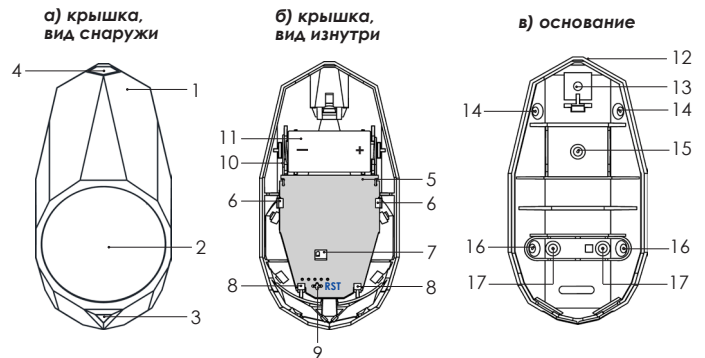

Рисунок 2 – Конструкция «Ri-MD-2»
- Просверлите в основании корпуса отверстия (Рисунок 2 в), которые будут использоваться для крепления датчика:
- Выберите место установки, проведите разметку для монтажа с учетом положения отверстий на основании датчика, просверлите отверстия в стене. Для контроля отрыва от монтажной поверхности при креплении датчика используйте отверстия (16), (17);